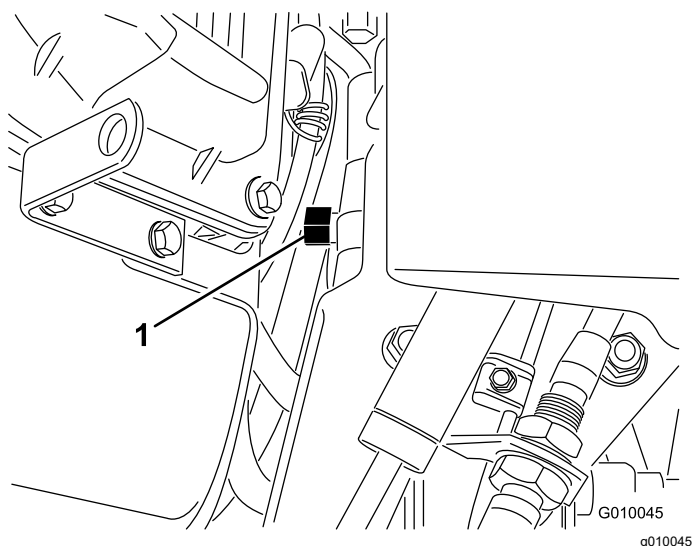

Figura 29
2. Localize a válvula de derivação entre o motor e a bomba hidrostática (Figura 29).
que o fluido hidráulico passe pela bomba, possibilitando a rotação das rodas (Figura 29).
5. Para voltar a colocar a máquina a funcionar, rode a válvula de derivação no sentido dos ponteiros do relógio 1 volta (Figura 29).